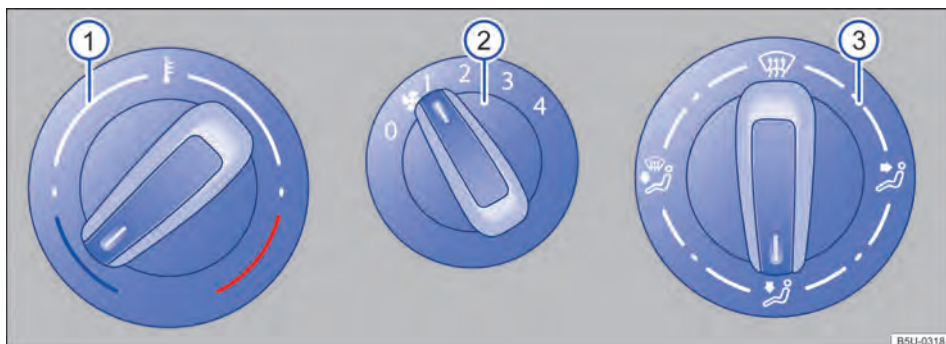
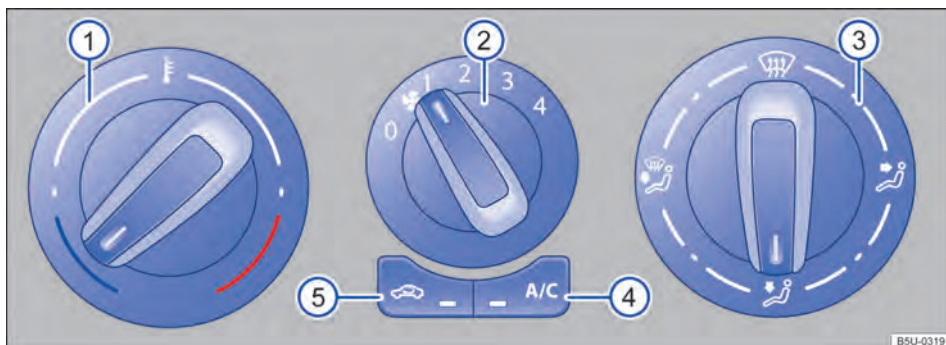

Fig. 91 Comandos do sistema de ventilação e aquecimento.
Fig. 92 Comandos do ar-condicionado.
Comandos	Informações complementares do sistema de ventilação e aquecimento → Fig. 91 e ar-condicionado → Fig. 92.
- Em veículos com sistema de aquecimento, girar o botão da temperatura → Fig. 91  totalmente para a direita, para a posição máxima de aquecimento.
- Girar o botão da distribuição de ar → Fig. 92 ③ para a posição , nesta posição o modo de recirculação de ar é automaticamente desligado.
- Girar o botão do ventilador ② no nível 3 ou 4.
- Girar o botão da temperatura ① para a posição desejada.